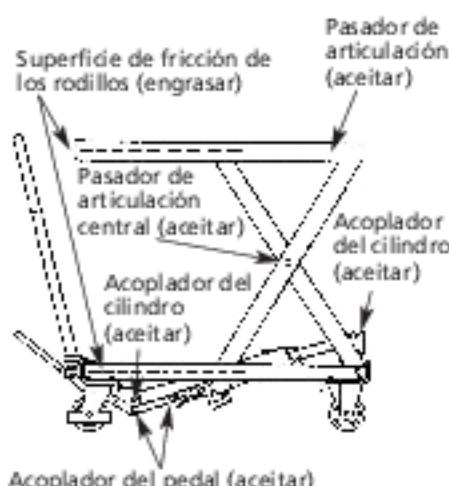

Figura 5
Se recomienda una lubricación mensual para garantizar un funcionamiento correcto y seguro. Consulte la Figura 5.
- Lubrique los rodillos y los puntos de pivote de acuerdo con la Figura 5.